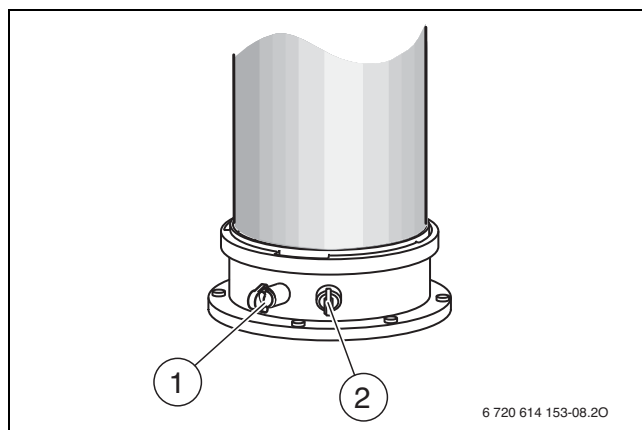

Bild 48 Abgasmessstutzen und Verbrennungsluft-Messstutzen
- Stopfen am Verbrennungsluft-Messstutzen (→ Bild 48, [2]) entfernen.